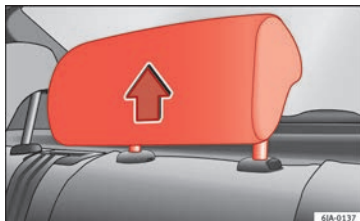

Fig. 5 Encostos de cabeça em posição de utilização.
- Três posições de utilização » Fig. 5. Nestas posições, o encosto de cabeça funciona como um encosto de cabeça convencional, protegendo, juntamente com o cinto de se-